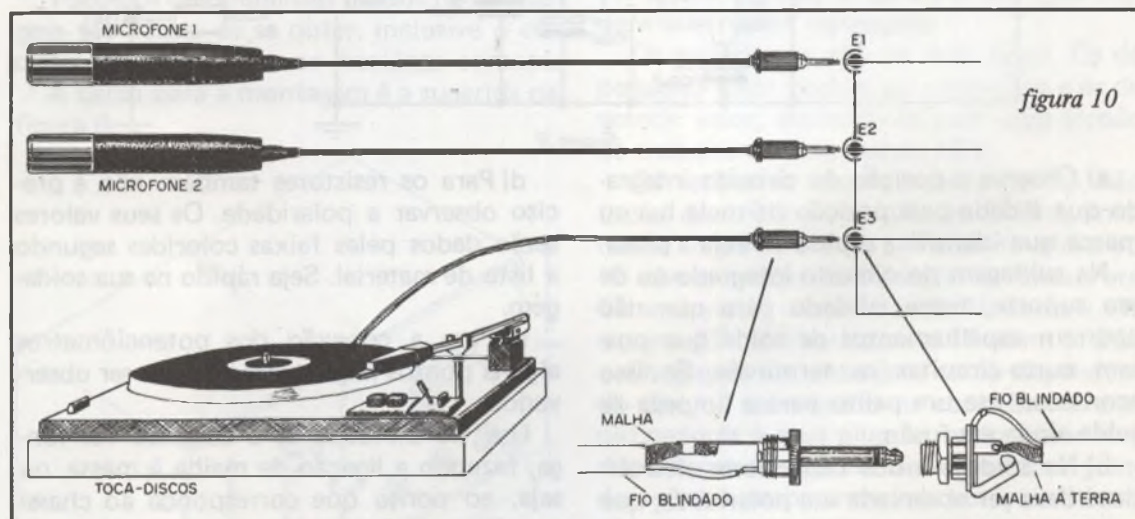

figura 10
f) Na soldagem dos jaques também deve ser observada a utilização de fio blindado com a malha conectada à massa, que preferivelmente deve ser comum às entradas e saídas. (figura 10)